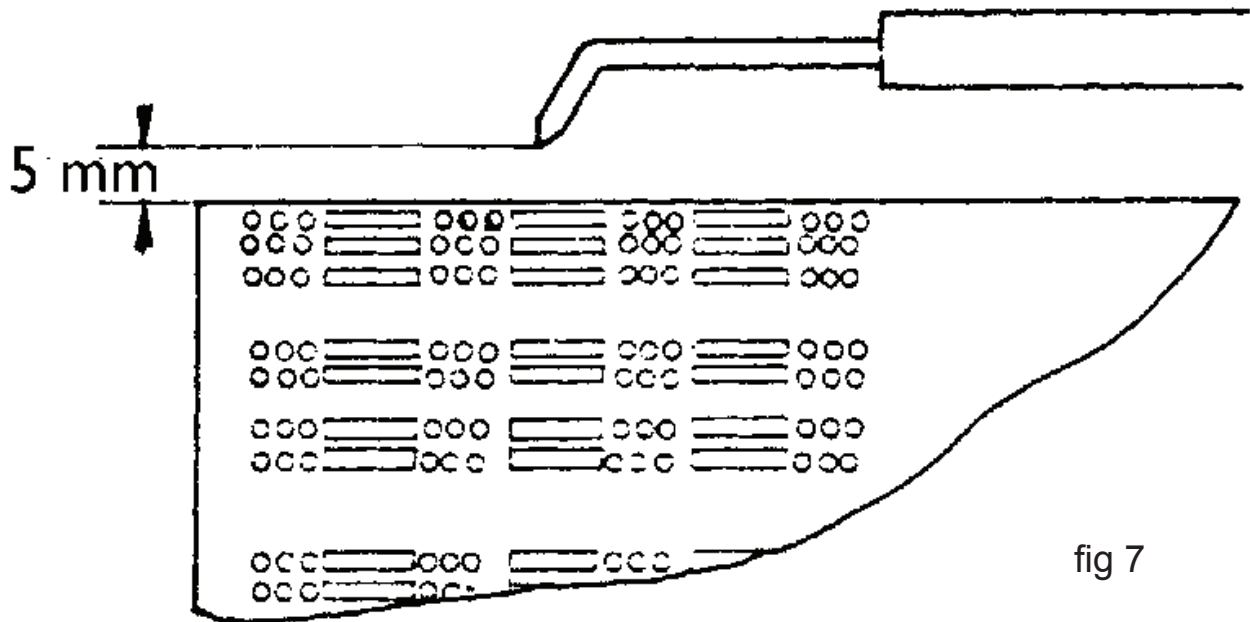

fig 7
- Check the ignition electrode position (Fig.7).
- Überprüfen Sie die Position der Zündelektrode (Abb.7).